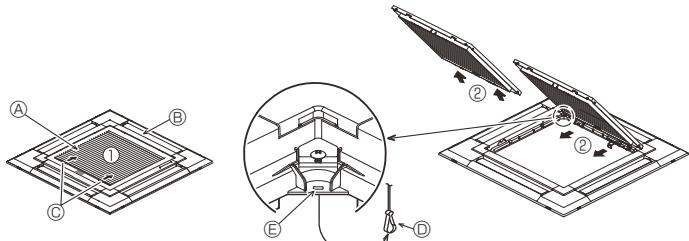

Fig. 9-3
9.2.1. Удаление воздухозаборной решетки (Fig. 9-3)
- Сдвиньте рычаги в направлении, обозначенном стрелкой ①, чтобы открыть воздухозаборную решетку.
- Пока воздухозаборная решетка находится в "открытом" положении, удалите стержень воздухозаборной решетки с вентиляционной решетки в направлении стрелки ②.
[Fig.9-3] [Fig.9-4]